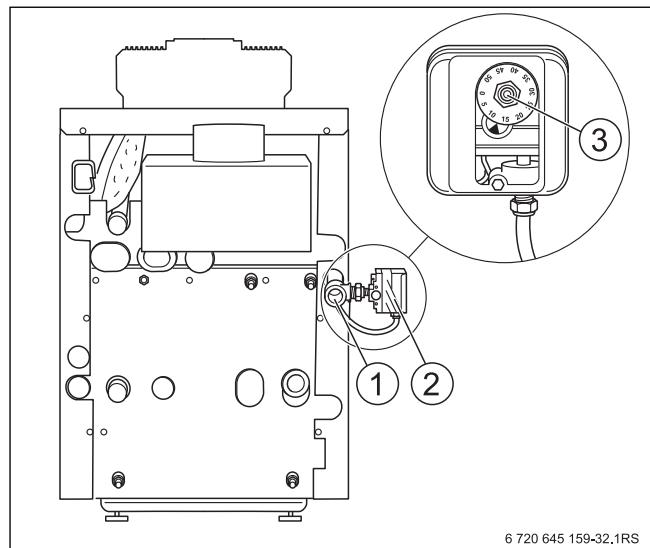

Рис. 49 Монтаж реле контроля давления газа
- Установите реле контроля давления газа (→ рис. 49, [2]) непосредственно на патрубок подключения газа (→ рис. 49, [1]) на котле так, чтобы регулировочный диск (→ рис. 49, [3]) был направлен вверх или наружу (используйте переходник).